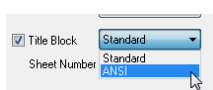

图 2.16
**Step 7** 单击 Tile Block(标题块)右侧的 ▾ 按钮, 可对明细表(即标题栏的格式)进行设置, 有两种选择, 即 Standard(标准格式)和 ANSI(美国国家标准格式), 如图 2.16 所示。在 Sheet Number Spaces(图纸数量空间)文本框中, 还可以对图纸进行编号。